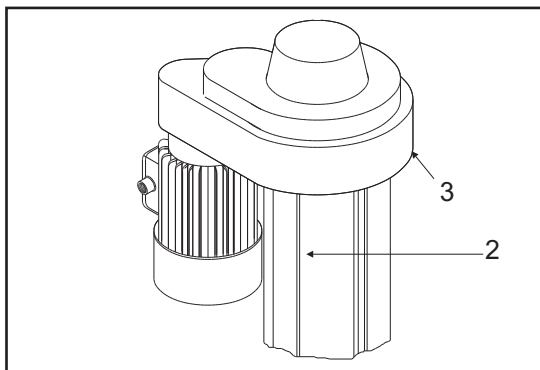

Fig.18 - Abb.18
- in caso di extra corsa della parte mobile sono previsti un finecorsa elettrico (2) ed una piastra in acciaio (3) di blocco sulla parte superiore delle colonne (fig.18).
- to prevent overrun of the mobile part, an electric limit switch (2) and a steel plate stop (3) are envisaged for the upper part of the post (fig.18).
- un contact de fin de course (2) et une plaque d'arrêt en acier au sommet de la colonne (3) interviennent en cas de dépassement de course de la partie mobile (fig. 18).
- bei einem Extralauf des beweglichen Teiles greift ein elektrischer Endschalter (2) und eine Sperr-Stahlplatte (3) am Säulenoberteil ein (Abb. 18).
- en caso de recorrido extra de la parte móvil están previstos un final de carrera eléctrico (2) y una plancha de acero (3) para bloqueo en la parte superior de la columna (fig. 18).